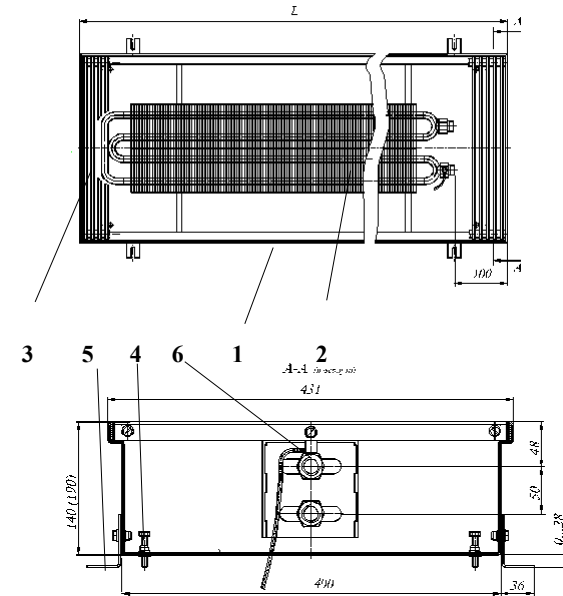

Рис. 1 Конвектор КРКД 43.14(19).60...300 концевой
Конвекторы имеют (см. рис.1,2):
4.2 Размеры и технические характеристики изделий представлены на Рис.1, 2 и в таблице 1, 2.
- 5.4 После соединения теплового пакета с трубопроводами и запуске системы отопления, при необходимости, выполнить удаление воздуха. Для этого свободный конец пластиковой трубки воздухопускного клапана 6 (см. рис.1) опустить в заранее подготовленную емкость для слива воды. Ключом отвернуть клапан на 0,5-1,5 оборота. После удаления воздуха, клапан закрыть.